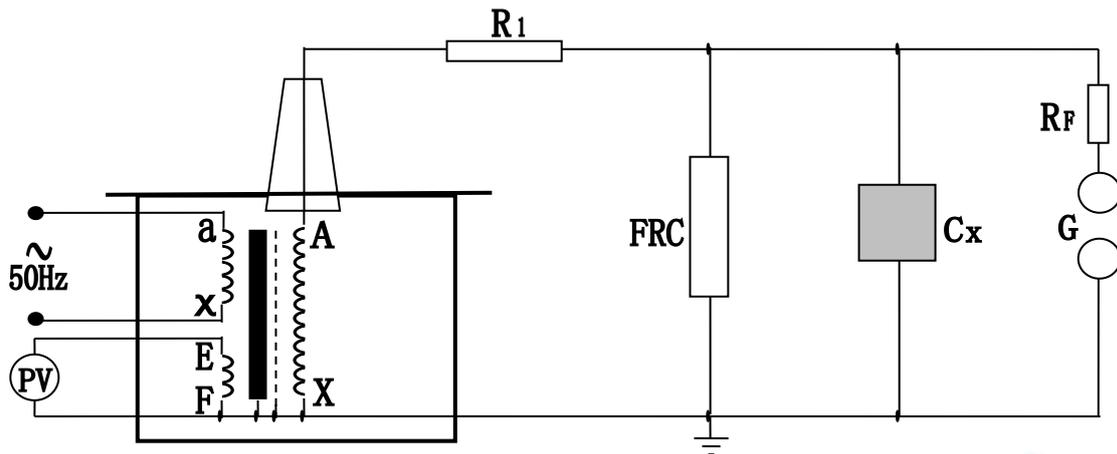

图 6: 被试品工频耐压试验接线图
4、HYG-3kVA/50kV 试验变压器做被试品的耐压试验使用接线原理图见图 6。
在耐压试验中, 低电压侧测量电压(仪表电压)不是非常准确的, 其原因是由于试验变压器存在着漏抗, 在这个漏抗上必然存在着压降或容升, 使试品上的电压低于或高于低压侧测量电压表上反映出来的电压。工频耐压试验时, 被试品上的电压高于试验变压器的输出电压, 也就是所谓容升现象。感应耐压试验时, 试验变压器的漏抗必然存在着压降。为了准确测量被试品上所施加的电压, 因此常在高压侧接入 FRC 阻容分压器来测量电压(见图 6)。